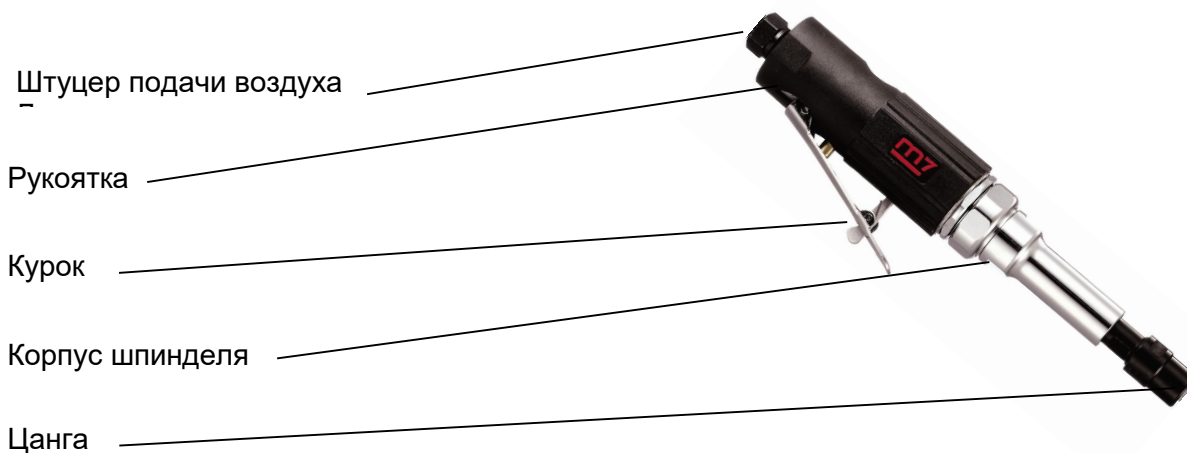

Рис. 1
- Управление пневматической бормашиной осуществляется с использованием курка (Рис. 1), который находится под указательным пальцем.